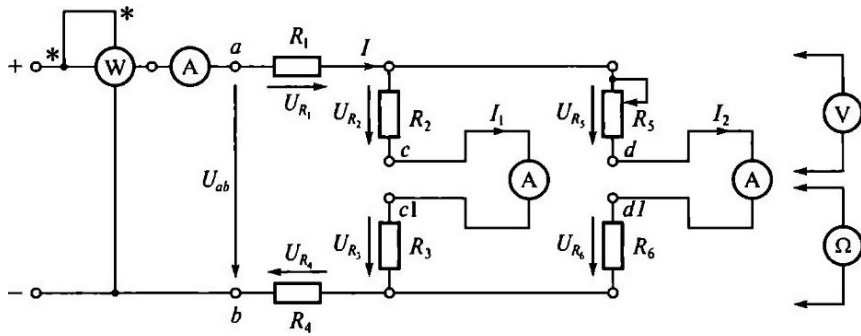

Рис. 3.1. Схема ЭЦ для проверки 1-го правила Кирхгофа
5.2. Записать в протоколе испытаний применительно к ЭЦ, показанной на рис. 3.1, выражения ш-ш закона Ома, 1-го и 2-го правил Кирхгофа, баланса мощностей.
5.3. В табл. 3.4 даны значения сопротивлений ЭЦ, приведенной на рис. 3.1. Напряжение питания U_{ab} задается преподавателем.